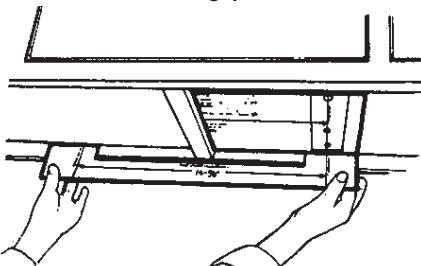

FIG. 11
- Adhiera la Plantilla 1 a la parte trasera del gabinete y alinee la flecha con la línea central del agujero de la Plantilla 2 (Fig. 11)